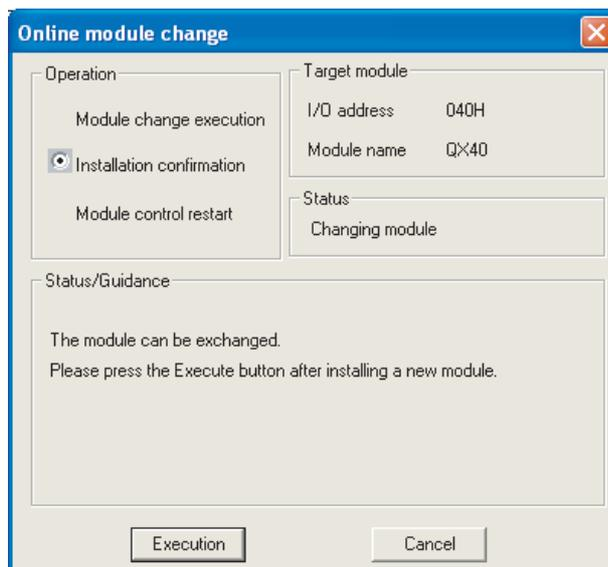

图 12.30 在线模块更换画面
- 3) 在模块更换中选择 [Online module change] 时, 画面如图 12.30 所示。